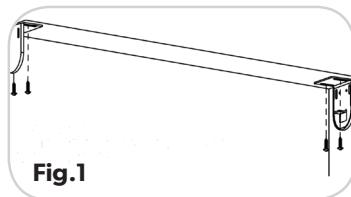

Fig.1
Tómese un momento para revisar la lista de piezas antes de iniciar los siguientes pasos. La persiana en rollo para exteriores Spring Operated puede colgarse desde la parte superior de una superficie (es decir, el marco de una ventana) (**Fig. 1**) o instalarse lateralmente desde la superficie interior de una pared, el patio o el porche. Aunque la instalación varía según el tipo de cerca que elija, el proceso básico sigue siendo el mismo.
- C.** Instale los soportes de montaje en el techo o la pared con ayuda de los tornillos para madera proporcionados. (**Fig. 1**)